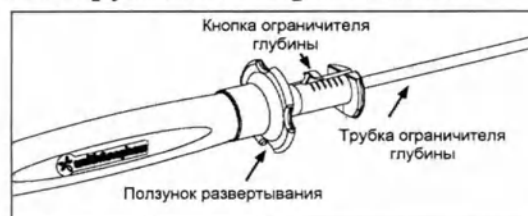

Рисунок 1
- a. Отрегулируйте ограничитель глубины необходимым образом, нажав кнопку ограничителя глубины (рисунок 1). Лазерные метки на наконечнике иглы также можно использовать в качестве ориентира.